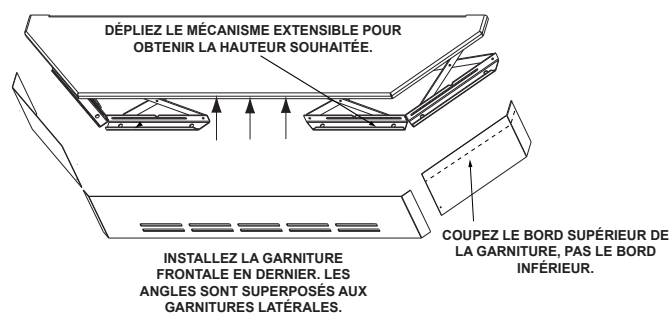

Figure 23.2
2. Dépliez les mécanismes extensibles à la hauteur souhaitée. Utilisez un tournevis à tête cruciforme et serrez les vis pour bloquer les mécanismes en place (**Figure 23.2**).
3. Mesurez les garnitures frontales et latérales de façon à ce qu'elles soient suffisamment hautes pour recouvrir les mécanismes extensibles et faites une marque au crayon avant de les couper. Coupez la garniture en trop sur le bord supérieur, pas le bord inférieur. Le bord est tranchant. Portez des gants pour éviter de vous blesser (**Figure 23.2**).